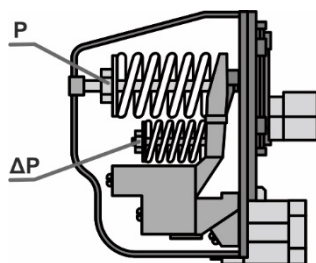

Рисунок 6. Схема регулювання реле тиску.
- для зміни рівня тиску увімкнення насоса обертати гайку пружини (Р, рис. 6) ;
- для зміни рівня тиску вимкнення насоса обертати гайку (ΔР, рис. 6), яка регулює «різницю» між тиском вимкнення і тиском увімкнення.
Якщо підкрутити (затягнути) пружину (Р, рис. 6) – тиск увімкнення насоса стане вищим, послабити – насос увімкнеться на нижчому тиску.
Якщо підкрутити (затягнути) пружину (ΔР, рис. 6) тиск вимкнення стане вищим, а тиск увімкнення практично не зміниться.